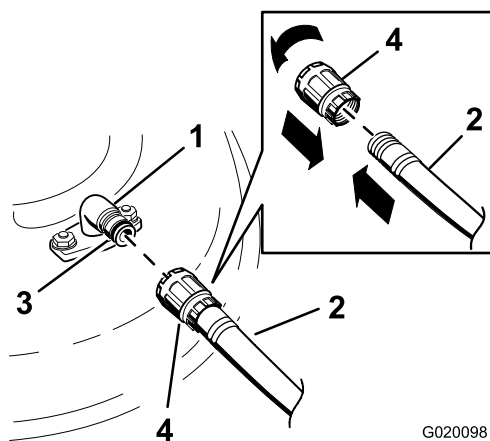

Figure 67
3. Branchez le raccord du tuyau d'arrosage à au raccord de lavage de la tondeuse et ouvrez l'eau en grand (Figure 67).